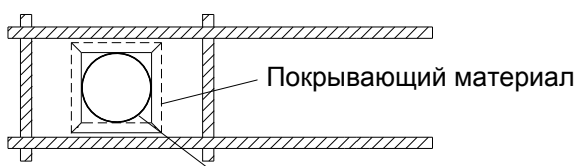

Рис. 2 TUB/TUS пластина
2. Платину TUB следует разместить под покрывающим материалом вдоль направляющих балок перекрытий в верхней части, и внахлест на материал в нижней части (см. Рис.2 и 5).